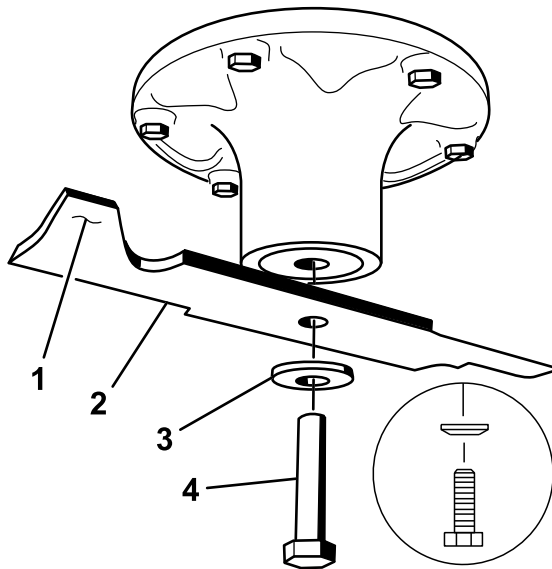

Figure 74
2. Enlevez de l'axe, le boulon, la rondelle bombée et la lame (Figure 74).